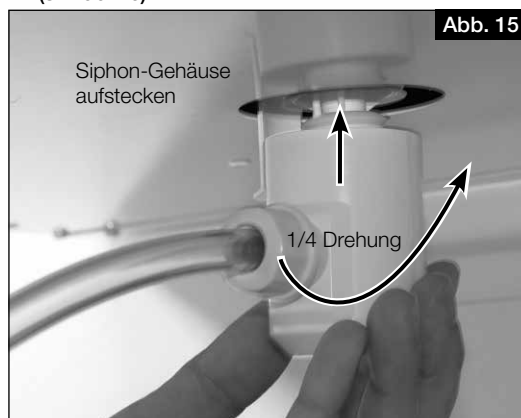

Abb. 15
5. Siphon-Gehäuse aufstecken und mit einer 1/4-Drehung im Befestigungsteil einrasten lassen (s. Abb. 15). Darauf achten, dass die Schwimmkugel lose im Gehäuse liegt!